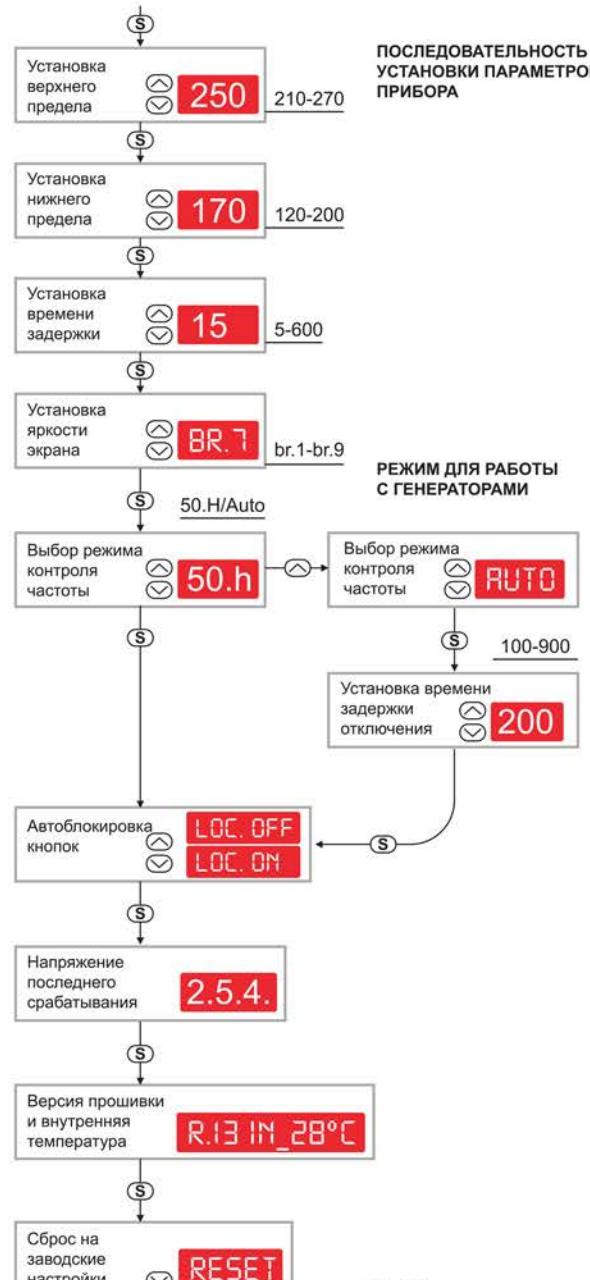

Рис. 3
Последовательность установки параметров представлена на блок-схеме (Рис. 3).
В приборе предусмотрена автоматическая блокировка кнопок, которая блокирует кнопки через 30 сек после последнего касания кнопки: «Loc. On» - блокировка включена, «Loc. OFF» - блокировка выключена. **Снятие блокировки - длительное нажатие и удержание кнопки (S)** В приборе есть функция фиксации напряжения последнего срабатывания (отключения нагрузки). Его значение можно посмотреть в меню (Рис. 3). При обесточивании прибора значение фиксации напряжения последнего срабатывания обнуляется.
В следующем пункте меню можно посмотреть текущую температуру внутри прибора в формате "r.13 in_28°C", где r.13 - версия прошивки, in_28°C - внутренняя температура прибора (Рис. 3).